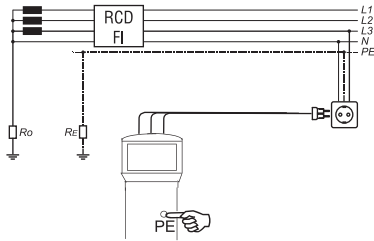
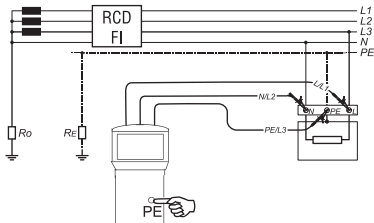

Bild 5.7.3:
Bild 5.7.4:
- Verbinden Sie nun die Messleitungen mit dem Prüfbjektiv, Anschluss siehe Bild 5.7.3 oder Bild 5.7.4.